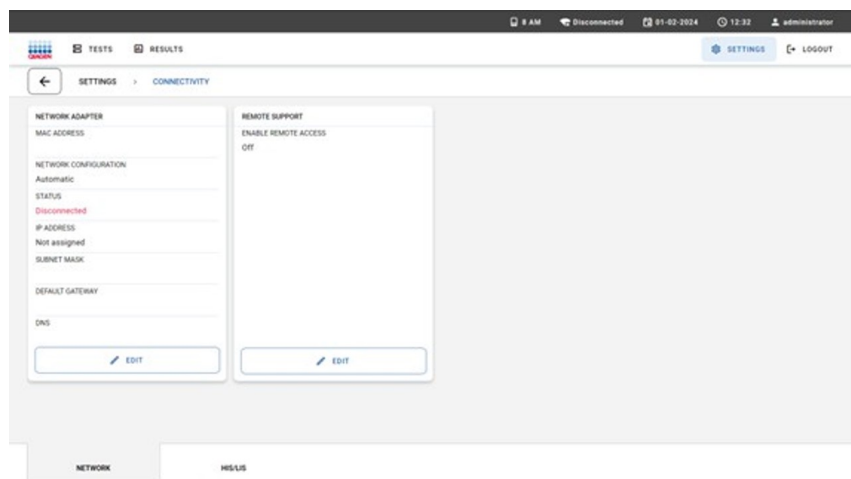

Bild 80. Anslutningsinställningar med inställning för fjärrsupport.
3. Tryck på knappen **EDIT** (REDIGERA) i panelen **REMOTE SUPPORT** (FJÄRRUPPORT) (Bild 80).